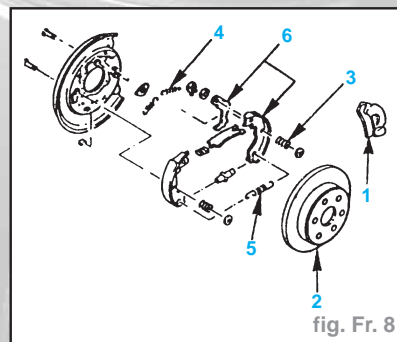

fig. Fr. 8
- L'ensemble étrier de frein (1) - (voir l'opération correspondante) (fig. Fr. 8).
- Le disque de frein arrière (2) (voir l'opération correspondante).
- Les ressorts et les goupilles de sécurité (3) de mâchoires, les ressorts de rappel supérieurs (4).
- Les ressorts de rappel inférieurs (5), les ensembles mâchoires (6).